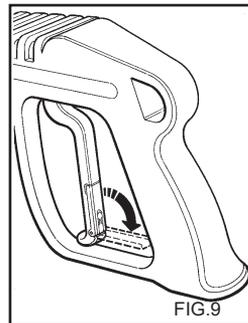

FIG.9
- Når rengjøringsmaskinen ikke er i bruk må sikkerhetsanordningen på håndtaket lukkes. (fig.9)